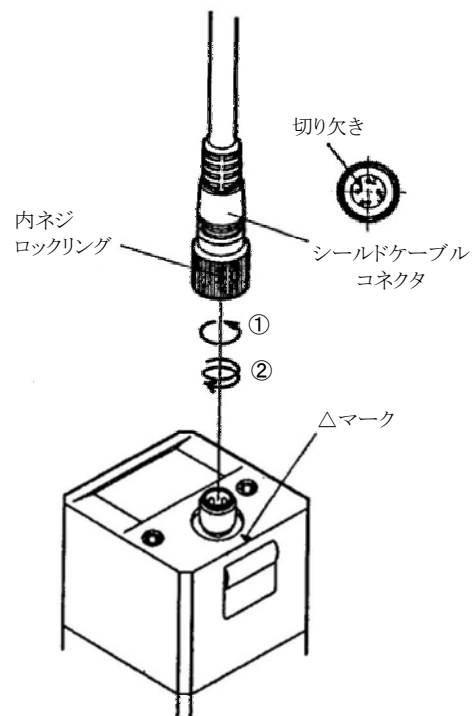

図14 コネクタ接続方法
ケーブルコネクタと本体との接続方法を図14に示します。本体側端子部にある△マークとコネクタ端子部の切り欠きとの位置を合わせ確実に挿入後、内ネジロックリングを①の方向に回します。“カチッ”と音がしてコネクタがはまり込むのを確認した後、内ネジロックリングを②の方向に回し、十分にねじ込みます。